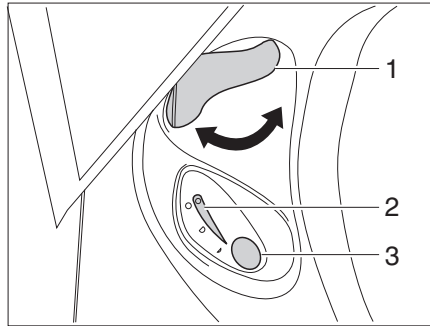

Fig. 349 Centralina di controllo toilette Thetford
- Prima di tirare l'acqua, aprire il cursore della toilette Thetford. A tal fine ruotare la leva del cursore (Fig. 349,1) in senso antiorario.
- Per sciacquare premere il pulsante blu (Fig. 349,3).
- Dopo aver tirato l'acqua chiudere il cursore. Ruotare la leva del cursore (Fig. 349,1) in senso orario.
Quando la cassetta Thetford è piena e deve venire svuotata, la spia di controllo (Fig. 349,2) si accende.
- Ruotare la leva del cursore (Fig. 349,1) in senso orario. Il cursore viene chiuso. Per svuotare il cursore **deve** essere chiuso nella toilette Thetford.